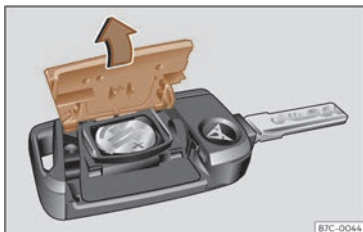

Fig. 43 Clé du véhicule : ouverture du cache du logement de la pile.
- Retirez le cache de la partie arrière de la clé du véhicule dans le sens de la flèche >>> **fig. 43**, >>> ①.